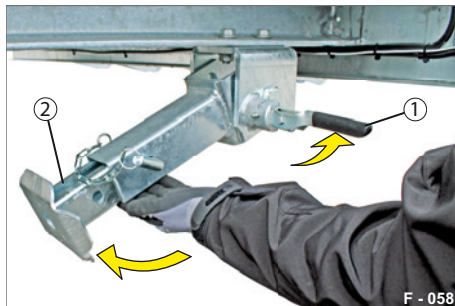

Abb. 42 Klappstütze einklappen
- ▶ Ziehen Sie den Federriegel (Abb. 42/1) in waagerechte Stellung.
- ▶ Klappen Sie die Klappstütze (Abb. 42/2) hoch (in waagerechte Stellung) und arretieren Sie diese mit dem Federriegel (Abb. 42/1). Der Federriegel schnappt ein.